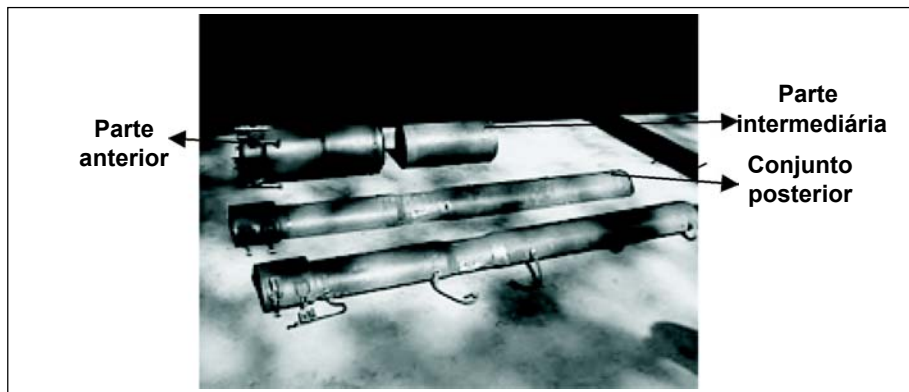

Fig 4-18. Camisa térmica
**c. Camisa térmica** (Fig 4-18) - A camisa térmica é um conjunto mecânico que isola o tubo da atmosfera. Esse sistema tem por objetivo manter uma bolsa de ar na superfície do tubo do canhão, de forma que tenhamos uma temperatura constante em torno do tubo. Ele protege o tubo de arquear-se sobre os efeitos térmicos que podem ser produzidos pela chuva, vento e sol. A camisa térmica é composta de 3 (três) partes:
(1) conjunto posterior (Fig 4-18) - Dividido em parte superior e inferior, a parte posterior superior possui 2 (duas) alavancas de travamento, 6 (seis) borrachas de fixação e 6 (seis) presilhas para encaixe das borrachas. A parte inferior possui 6 (seis) guias para as borrachas e 2 (duas) alavancas de travamento.
(2) parte intermediária. (Fig 4-18)
(3) parte anterior (Fig 4-18) - possui 4 (quatro) parafusos de fixação e 04 (quatro) guias. Para realizarmos a montagem da camisa térmica, devemos utilizar a chave de desmontagem do eliminador de alma e 2 (duas) chaves de boca de 14 mm, e proceder da maneira descrita abaixo: